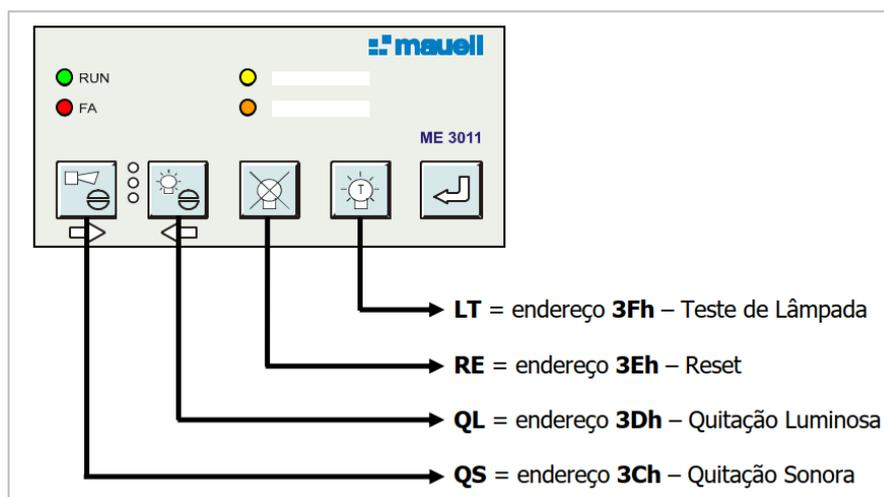

Figura 34: Mapa de endereço para comando do teclado.
- P4: Endereço do tag (Vide Figura 34).